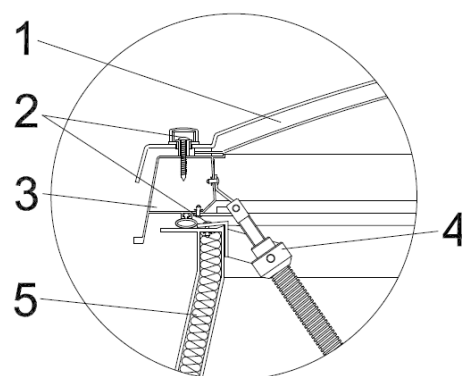

Rys. 4. Świelik AWAK z funkcją przewietrzania wyposażony w siłownik elektryczny - podstawa z laminatu
- rys. 4. Świelik AWAK z funkcją przewietrzania wyposażony w siłownik elektryczny - podstawa z laminatu